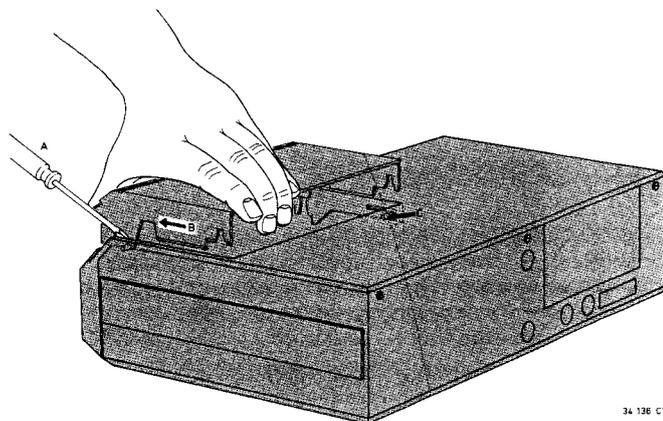

Fig. 2-1
- Auf der linken und auf der rechten Seite des Cassettenfachdeckels befindet sich in ca. 4 cm hinter dem Vorderrand ein Führungsnocken (Bild 2-1).
- Mit einem Schraubenzieher den Führungsnocken hineindrücken (A); dann lässt sich der Cassettenfachdeckel vorwärts abnehmen.